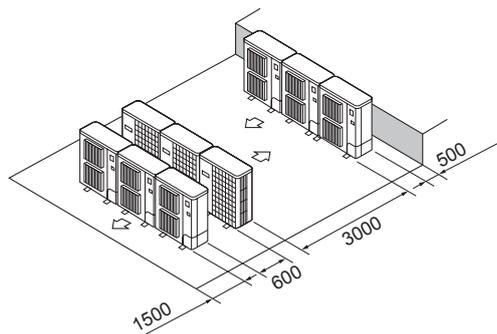

Fig. 2-17
- ⑥ Aranjare: unități multiple, paralele (Fig. 2-17)